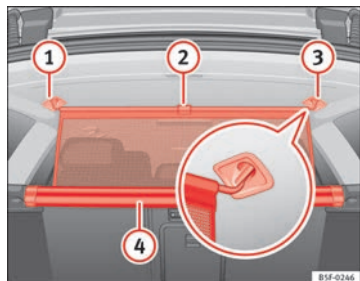

Fig. 98 En el maletero: enganchar la red de separación
- Tire hacia arriba de la lengüeta ⇒ fig. 98 (2) para sacar la red de la carcasa (4).
- Enganche la red de separación en el lado derecho (3) (imagen ampliada).
- Enganche la red de separación en el alojamiento del lado izquierdo (1) estirando la barra.